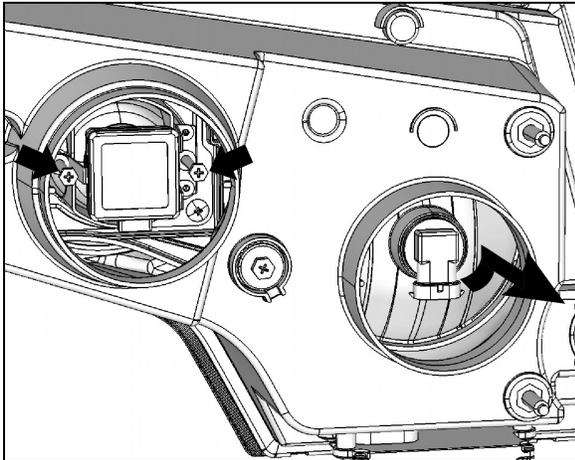

FIGURE 75 : VUE ARRIÈRE DU MODULE D'ÉCLAIRAGE AVANT
5. HALOGÈNE : tourner la base de l'ampoule dans le sens antihoraire. XÉNON : dévisser les vis cruciformes indiquées par les flèches, tirer le dispositif de retenue et retirer l'ampoule (FIGURE 75).